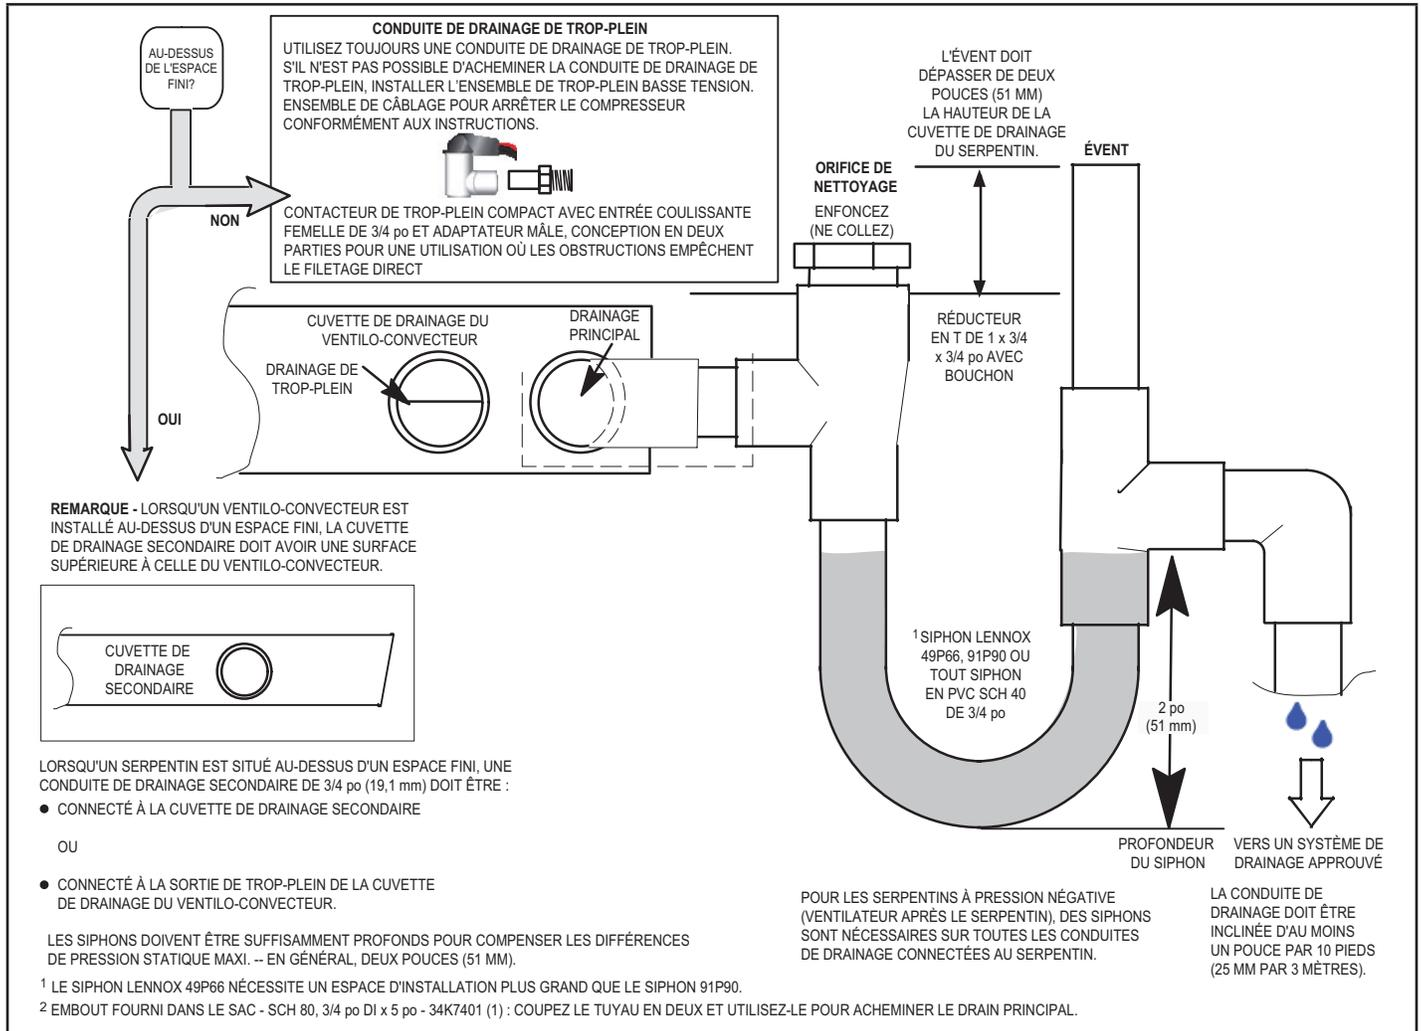

FIGURE 27. Installations typiques d'un drain principal et d'un drain de trop-plein
Raccordez le drain principal et acheminez le tuyau de drainage avec une pente vers le bas jusqu'à la conduite de drainage ou un puisard. Ne raccordez pas le drain à un système d'égout fermé. Reportez-vous à la figure 27 pour la configuration typique d'un piège.
- 6 - Installez un siphon de 2 po sur les conduites de drainage principales (primaires) aussi près que possible de l'unité (figure 27). Assurez-vous que la partie supérieure du siphon se trouve sous la connexion au bac de drainage pour permettre un drainage complet du bac.